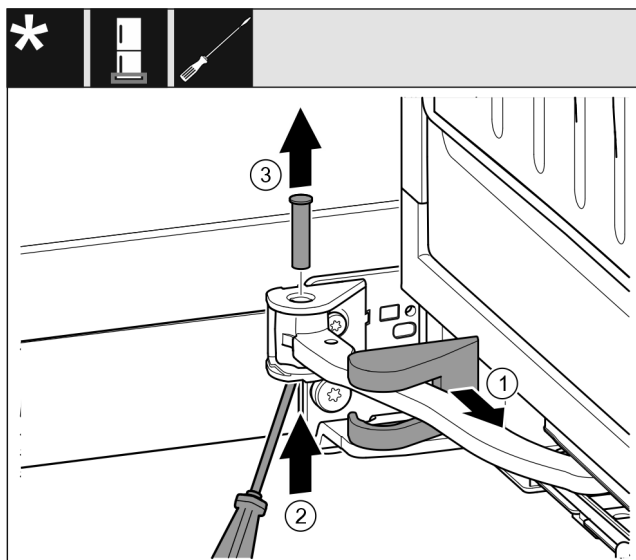

Fig. 13
- Stáhněte kryt stojanu ložiska a posuňte podél kloubu. Fig. 13 (1)
- Čep zespodu nadzvedněte prstem nebo šroubovákem. Fig. 13 (2)
- Šroubovákem zajeďte pod hlavu čepu a vytáhněte jej. Fig. 13 (3)